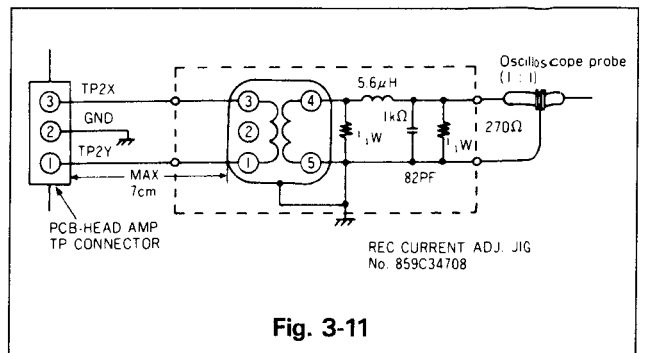

Fig. 3-11
- Brancher un oscilloscope avec un circuit adaptateur (REC CURRENT ADJ JIG: 859C347080) sur TP2Y et TP2X du PCB Signal comme indique sur la Fig. 3-11.
- Brancher l'oscilloscope avec le circuit adaptateur (Réf REC CURRENT ADJ JIG: 859C347080) sur TP2Y et TP2X sur la platine signal. Voir Fig. 3-11.